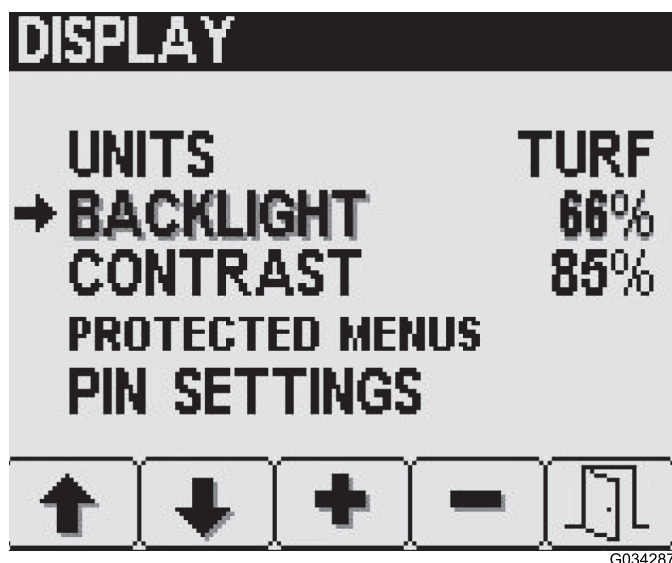

Рисунок 11
1. С помощью кнопки 2 на экране Display (Дисплей) выберите пункт Backlight (Яркость подсветки) или Contrast (Контрастность) (Рисунок 11).
2. Установите требуемое значение с помощью кнопок 3 и 4 (Рисунок 11).